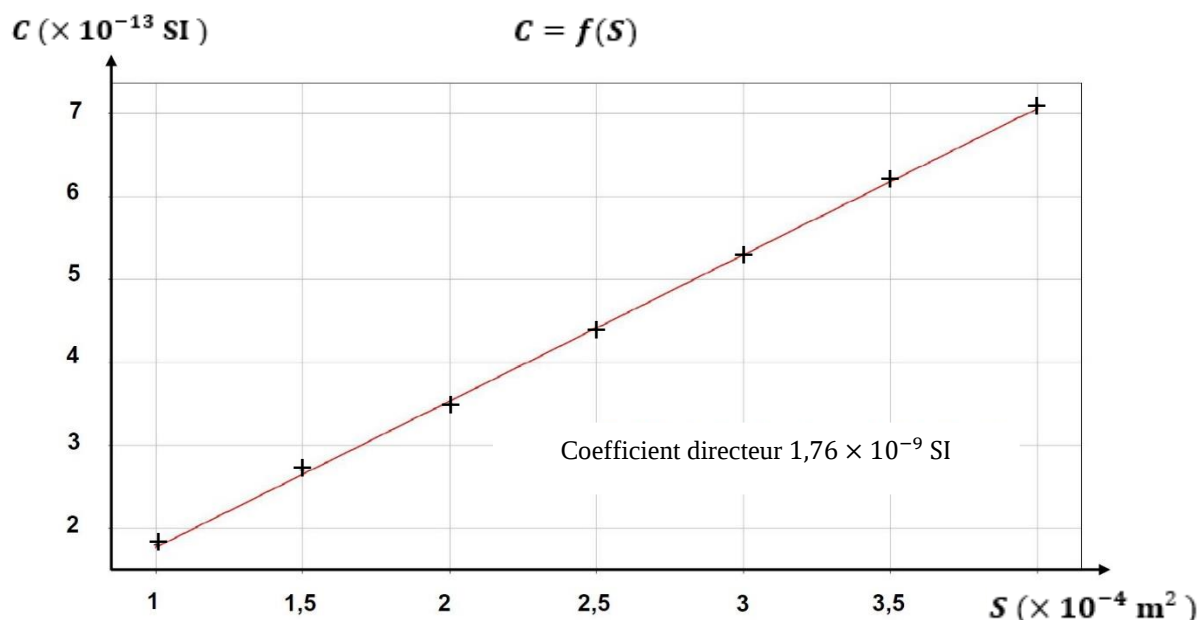

Figure 4 : Évolution de la capacité du condensateur plan en fonction de la surface de ses armatures
Au cours d'une première série de mesures, la distance entre les armatures est fixée à $d = 5 \text{ mm}$. En faisant varier la surface S des armatures, on mesure la capacité C du condensateur. Grâce aux mesures réalisées, on trace le graphe de la **figure 4**.
- A.1.** Donner l'unité de la capacité d'un condensateur dans le système international (SI).
- A.2.** Montrer que les graphiques présentés en **figures 4 et 5** respectent la **relation 1**.